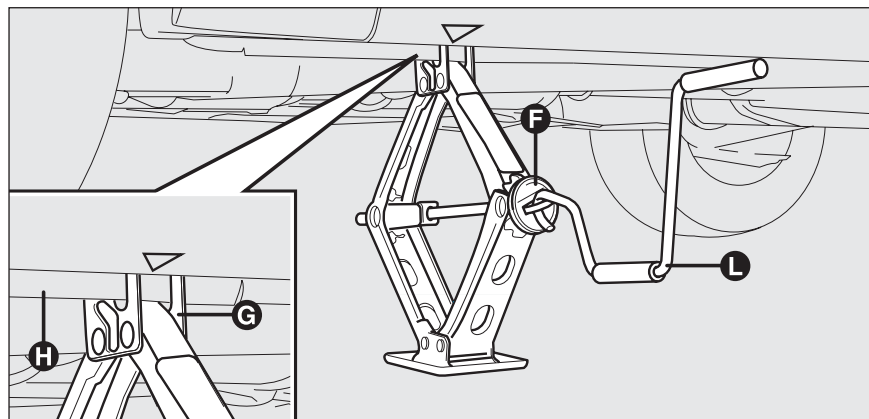

Рис. 4
- вращая гайку **F (рис. 4)**, раздвигайте домкрат до тех пор, пока его верхний наконечник **G (рис. 4)** не упрется в гнездо **H (рис. 4)**;
- установите рукоятку **L (рис. 4)** в гнездо ходовой гайки и поднимайте автомобиль до тех пор, пока заменяемое колесо не будет поднято на несколько сантиметров над грунтом;
- ❑ вращением рукоятки **L** (рис. 4) опустите автомобиль, затем уберите домкрат;